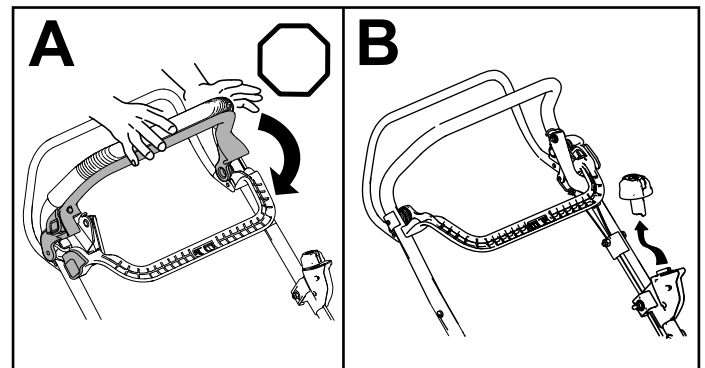

Figura 18
1. Liberte a barra de controlo da lâmina (A de Figura 18).
2. Remova o botão de arranque elétrico do arrancador elétrico (B de Figura 18).